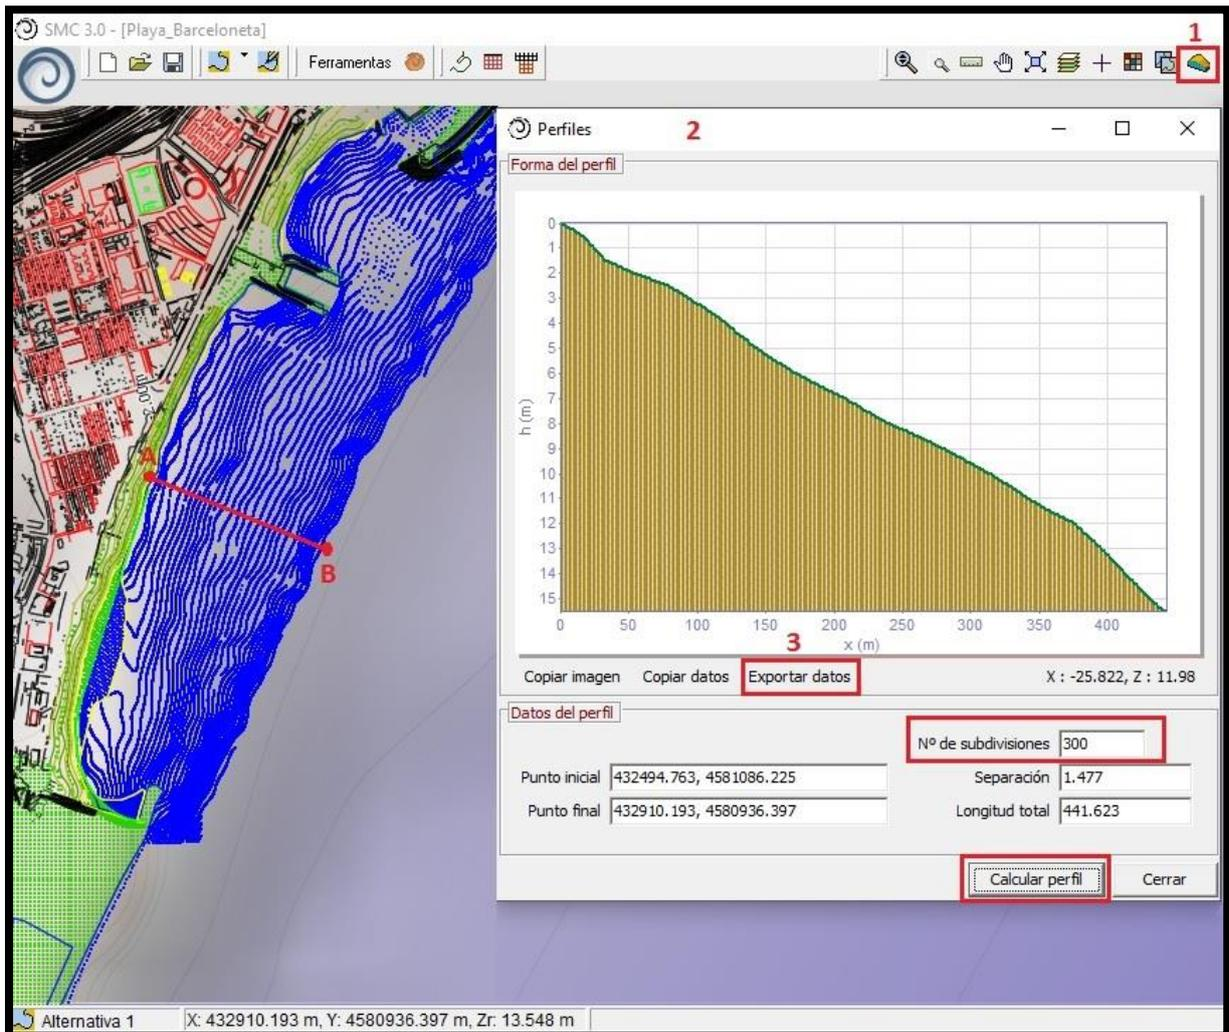

Figura 23 – Geração de um perfil a partir da batimetria no SMC.
- 6) Utilizando a ferramenta “*zoom*”, aproximar a área de interesse conforme a Figura 23, de modo a deixá-la pronta para a extração do corte batimétrico do perfil central da praia de Barceloneta.
Para a extração do perfil devem ser seguidos os passos abaixo (ver Figura 23):
- 7) Na barra de ferramentas do SMC, selecionar o botão de “Ferramenta de perfil de batimetria interpolada” (1);
- 8) A seguir, arrastar o *mouse* do ponto de início do perfil (A) sobre a praia seca até o ponto final logo após as linhas batimétricas (B), com o intuito de realizar a extração do corte batimétrico do perfil central da praia de Barceloneta (com uma orientação ortogonal às linhas batimétricas), como representado na Figura 23;
- 10) Clique em “Calcular Perfil” para criar o perfil. Uma janela gráfica será preenchida (2) com o gráfico referente ao perfil, onde é possível exportar seus dados para um arquivo em formato ASCII;
- 11) Salvar o arquivo (3) em “Exportar Datos” com o nome **perfilBarceloneta.dat** em uma pasta conhecida;